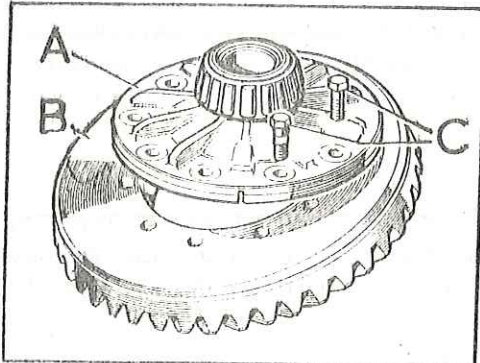

Fig. E -36 Elementos de fijación de la corona
- 1.09. Separar la corona, B (Fig. E -36), sujeta a la caja de satélites, A, por los tornillos, C.